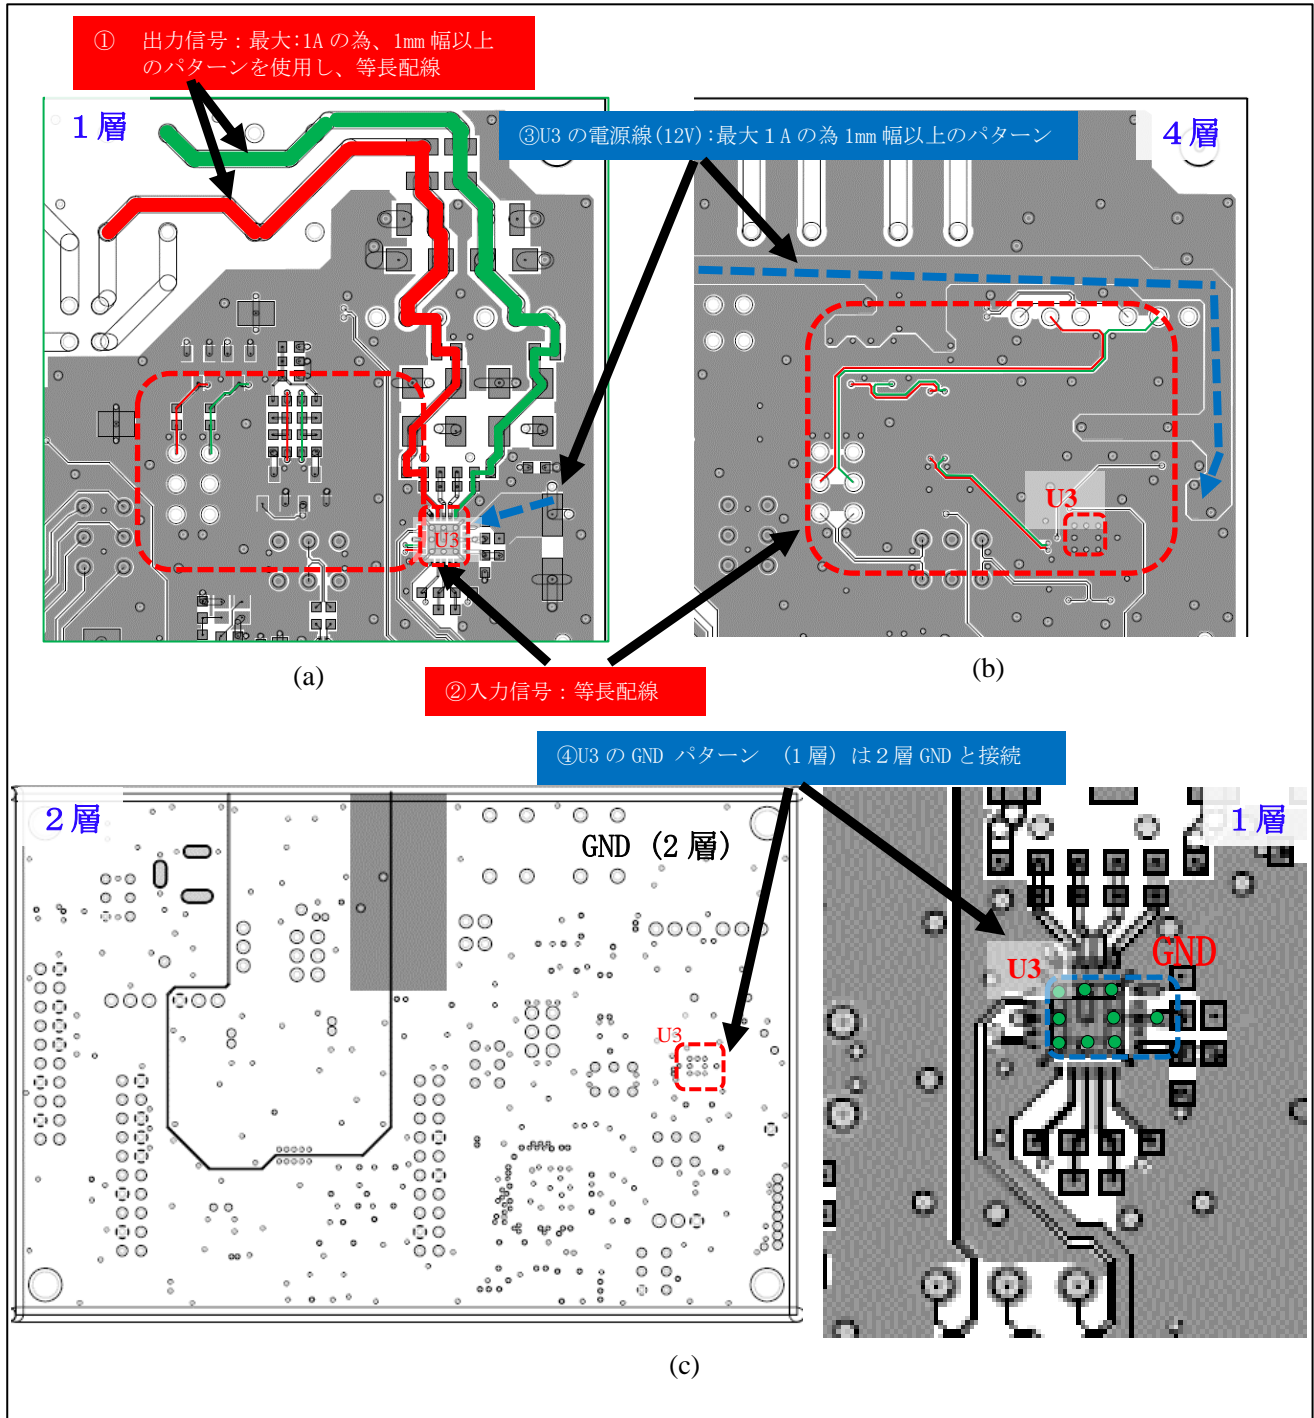

図 3-11 U3 (ISL15110) 周辺の PCB レイアウトの例
例：図 3-11 に U3 (ISL15110) 周辺の PCB レイアウトの例を示します。①の赤と緑の線が出力信号で、この信号は最大 1 A の電流が流れるため 1mm 幅以上のパターンを使用しています。②の赤の点線で囲まれた赤と緑のパターンが入力信号で等長配線してあります。③の青い点線矢印は 12V 配線パターンで、最大 1 A の電流が流れるため 1mm 以上のパターンにしています。④の U3 の GND は 1 層、2 層(GND 層)、4 層の GND パターンと 8 個のビア・ホールで接続してあります。